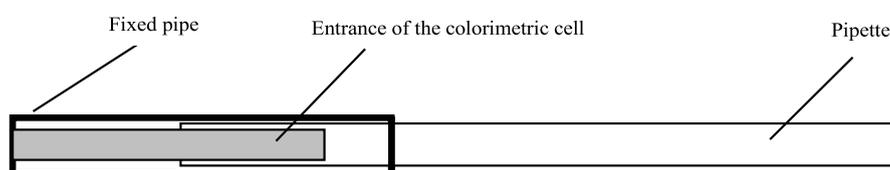

Figura 10-1 A interface da pipeta para a entrada da célula colorimétrica
- (1) Retire a célula de fluxo.
- (2) Remova a pipeta para substituir uma nova. Cubra o tubo fixo em uma extremidade da nova pipeta. A pipeta deve ser colocada de lado por 5 mm (veja a Figura 10-1):
- (3) Fixe o tubo na entrada da célula colorimétrica.